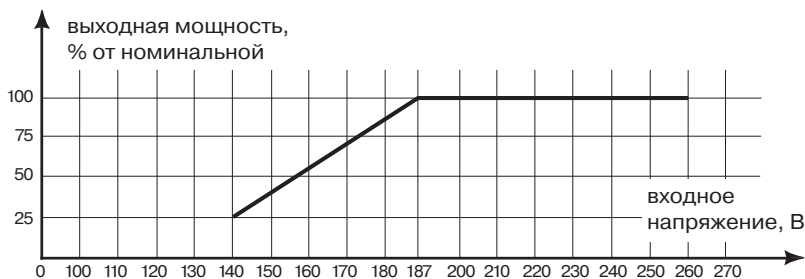

Рис.5.
**Внимание!** При выборе стабилизатора необходимо учитывать, что при уменьшении входного напряжения увеличивается величина входного тока, следовательно, уменьшается и максимальная мощность автоматического регулятора напряжения! Эта зависимость схематически показана на графике (рис. 5).